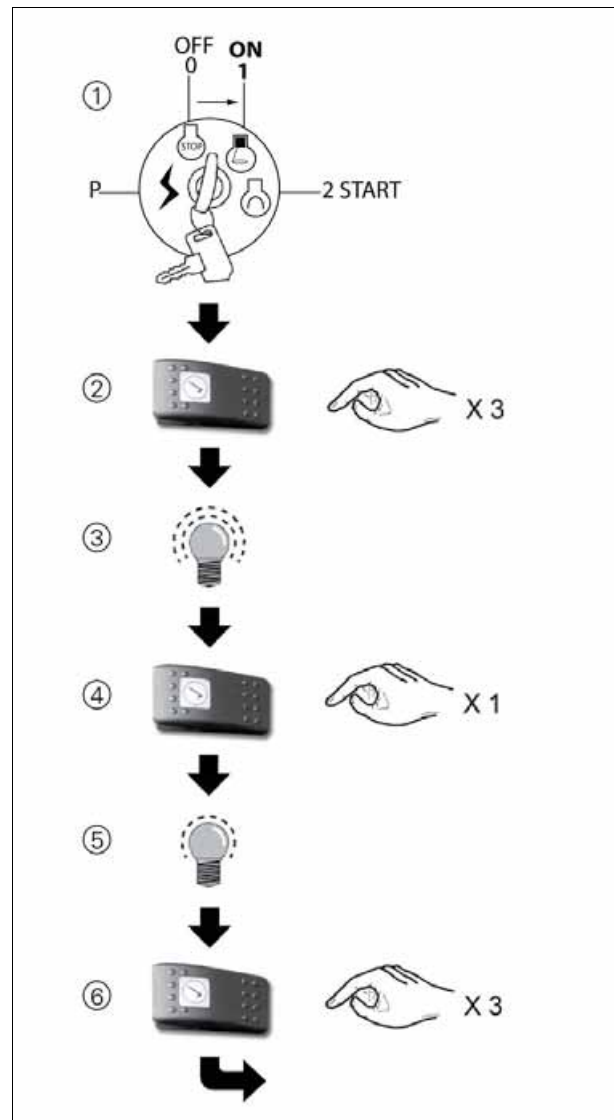

Рис. 3.
3. После короткой паузы с помощью сигнальной лампы можно прочесть последний код неисправности. Этот код будет повторяться до тех пор, пока переключатель диагностики не будет нажат еще раз. Код неисправности читается следующим образом: Длинная вспышка (1,5 сек.) обозначает сотни, вспышка средней длительности (1,0 сек.) обозначает десятки, а короткая вспышка (0,5 сек.) – единицы. Число вспышек, отделяемое интервалами в 0,5 секунды, указывает число сотен, десятков и единиц. Между отдельными сериями вспышек имеется пауза 1,5 секунды, после паузы в 2,5 секунды код начинает передаваться заново. Например, на рис. 3 отображается код неисправности № 123.